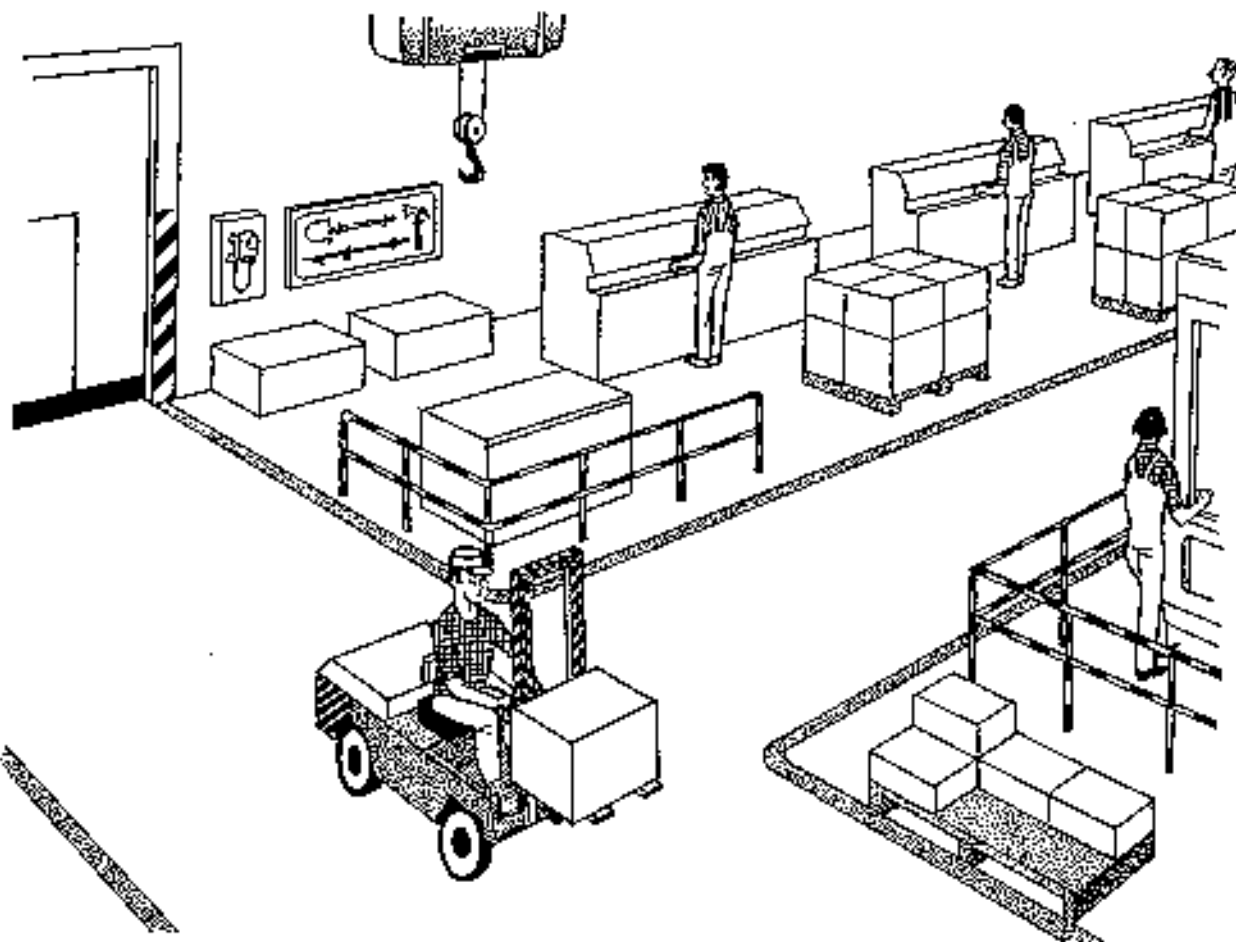

Рис. 137
*Выделите достаточные проходы и убедитесь, что они остаются свободными.* Часто на малых предприятиях уделяется мало внимания выделению необходимых проходов для эффективной и безопасной перевозки материалов. Кроме того проходы обычно заполняются материалами и отходами. Вы должны четко определить проходы. В опасных зонах установите защитные барьеры, как например, в углах или в тех местах, где проходы располагаются рядом с рабочими местами. Ясно обозначьте проходы, так же как и рабочие участки или места хранения с помощью хорошо заметных линий разных цветов для указания границ огороженных участков (рис. 137). Очень полезным может быть также окрашивание пола всего участка в выбранные цвета (например, зеленый - для рабочих участков, коричневый - для проходов, серый - для мест хранения, желтый - линии, обозначающие границы). Убедитесь, что все знают, что к таким зонам надо относиться внимательно. Никогда никому не позволяйте класть туда что-либо, за исключением тех случаев, когда эти предметы должны там находиться.